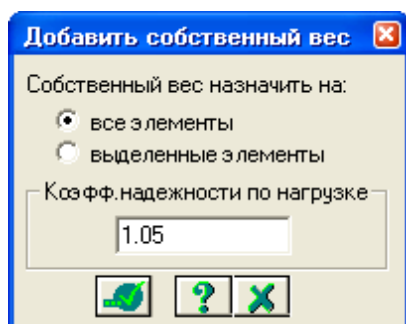

Рис.8.14. Диалоговое окно **Добавить собственный вес**
- С помощью меню **Нагрузки ⇒ Добавить собственный вес** вызовите диалоговое окно **Добавить собственный вес** (рис.8.14).